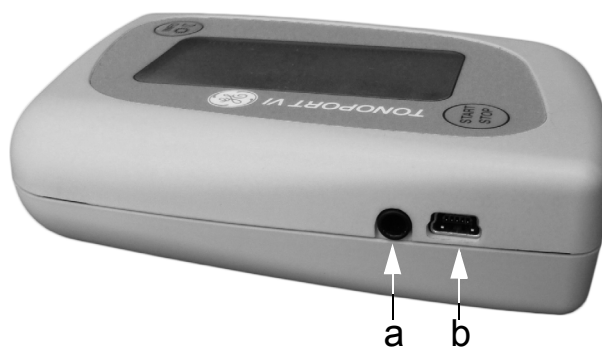

Fig. 5-1 Aansluitingen voor pc-kabel
- via kabel 2001589-040, als de USB-poort van TONOPORT VI wordt gebruikt (**b** Fig. 5-1)
- via kabel 2001589-011, als de seriële poort van TONOPORT VI wordt gebruikt (**a** Fig. 5-1)
*Om de USB-poort van TONOPORT VI (b, Fig. 5-1) te kunnen gebruiken, moet u de USB-driver installeren en de communicatie als volgt controleren.*